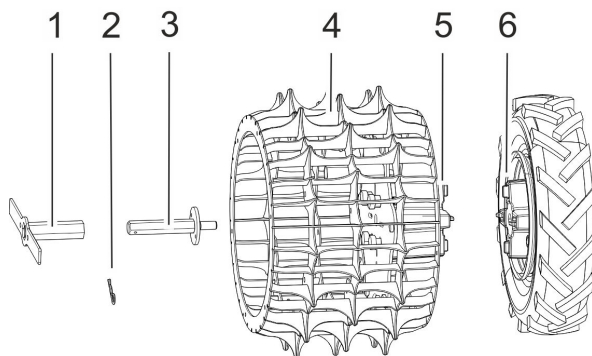

Abb. 38: Zusatzbereifung montieren
2. ➔ Mitnehmerflansch (Abb. 38/6) am Rad der Maschine mit den Radmuttern befestigen.
3. ➔ Mitnehmerflansch des Stachelrads (Abb. 38/5) am Mitnehmerflansch der Maschine ausrichten.
4. ➔ Mit der Zugwelle (Abb. 38/3) das Stachelrad befestigen. Dazu das Spezialwerkzeug verwenden (Abb. 38/1).
5. ➔ Spezialwerkzeug (Abb. 38/1) um 180° drehen und auf Zugwelle schieben.
6. ➔ Sicherungssplint (Abb. 38/2) an Zugwelle anbringen.